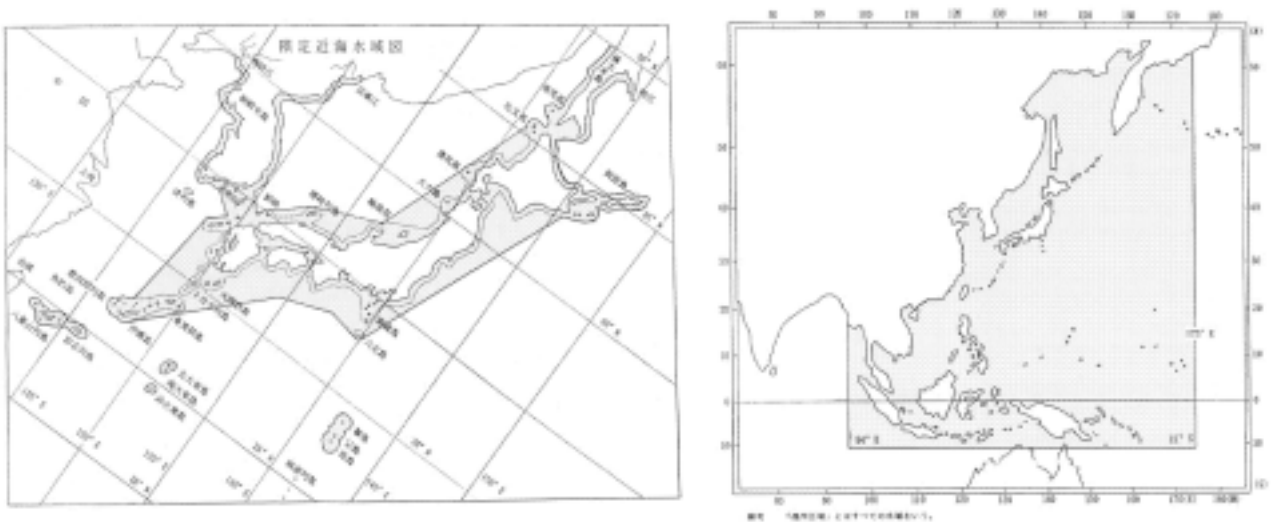

図 1 1 : 近海区域と限定近海水域
2. 沿岸区域えんがんくいき：海岸より 20 海里かいり(約 37 km : 1 海里は 1.852 km) 以内の水域(図 1 1 の左図に示す日本列島の沿岸に沿って破線で囲まれた水域)。
3. 近海区域きんかいくいき：図 1 1 の右図に示す水域(東経 175°、南緯 11°、東経 94°、北緯 63°で囲まれた水域)
平成 13 年 10 月に「限定近海水域げんていきんかいすいいき」が新たに設けられました。それは図 1 1 の左図で実線で囲まれた水域です。これは、内航船ないこうせん(日本国内の港から港へ貨物を運搬する船)の運航コストと建造コストの低減を目的として設定されたもので、沿岸区域と近海区域の中間的な水域です。限定近海水域を航行する内航船は、沿岸区域を航行する貨物船とほぼ同じ設備・構造で、ほぼ同じ量の貨物を積んで、直線的なコースを選択できるため経済的といえます。